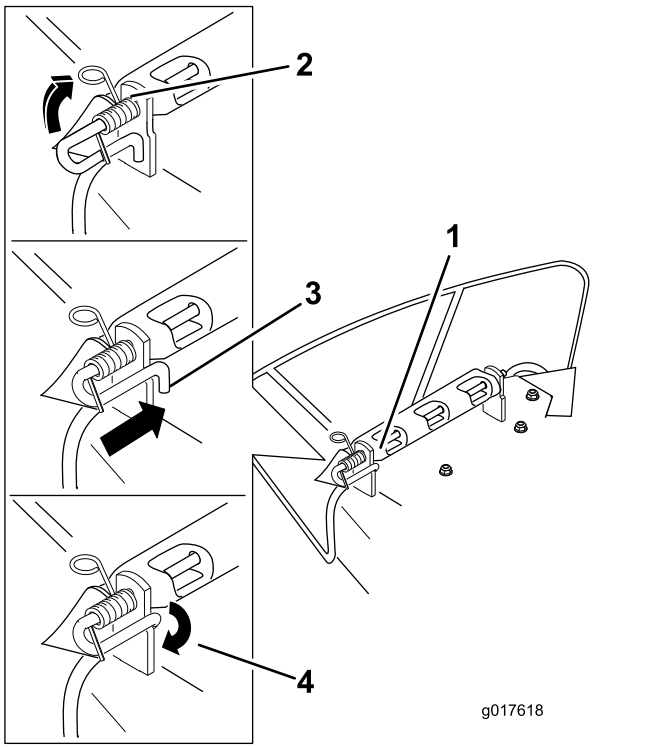

Figura 74
3. Coloque el nuevo deflector de descarga con los extremos de los soportes entre los soportes soldados de la carcasa, según se muestra en Figura 74.
6. Levante el extremo del muelle que tiene bucle y colóquelo en la muesca del soporte del deflector (Figura 74).
7. Fije el conjunto de varilla y muelle torciéndolo de manera que el extremo corto de la varilla pueda colocarse detrás del soporte delantero que está soldado a la carcasa (Figura 74).